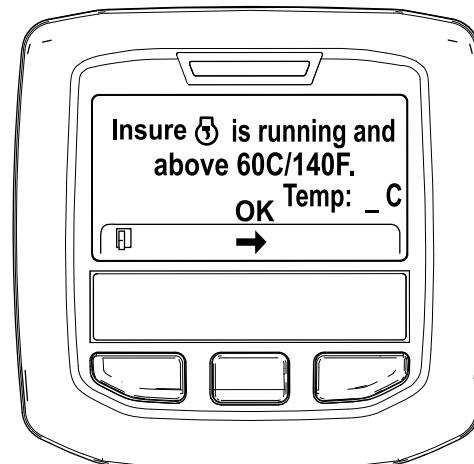

Figura 29
5. Si la temperatura del refrigerante se encuentra por debajo de 60 °C (140 °F) aparece el mensaje "Insure  is running and above 60C/140F" (Asegúrese de que está funcionando y por encima de 60 °C/140 °F). (Figura 29).